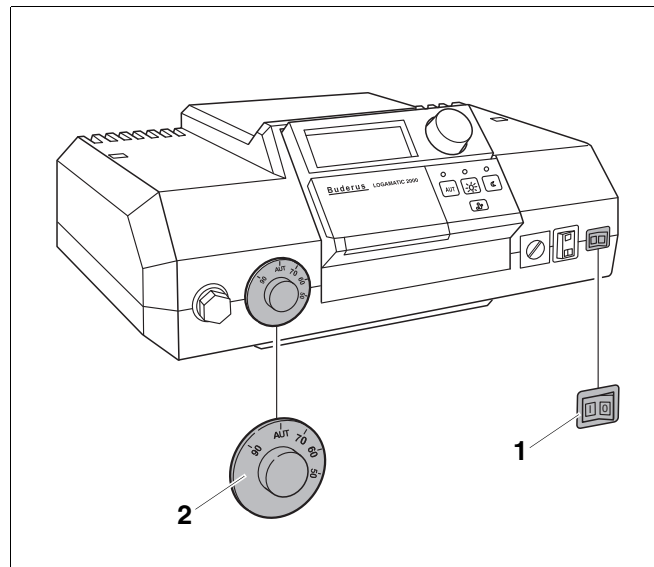
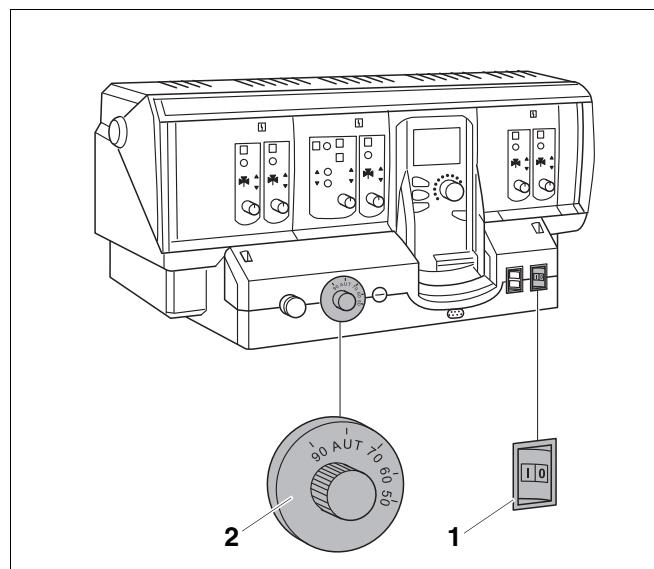

Рис. 24 Система управления Logamatic 2000
Рис. 25 Система управления Logamatic 4000
- Установить пусковой выключатель (Рис. 24, **поз. 1** или Рис. 25, **поз. 1**) в положение "I" (ВКЛ).
- Регулятор температуры котловой воды (Рис. 24, **поз. 2** или Рис. 25, **поз. 2**) установить на "AUT". При регулировании с поддержанием постоянной температуры установить нужное значение (минимум 65 °С).